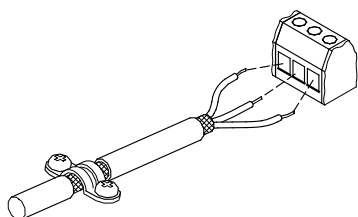

Fig. 37 Exemple d'un câble avec blindage dénudé
- Placer le blindage le plus près possible des bornes de raccordement. Voir fig. 37.